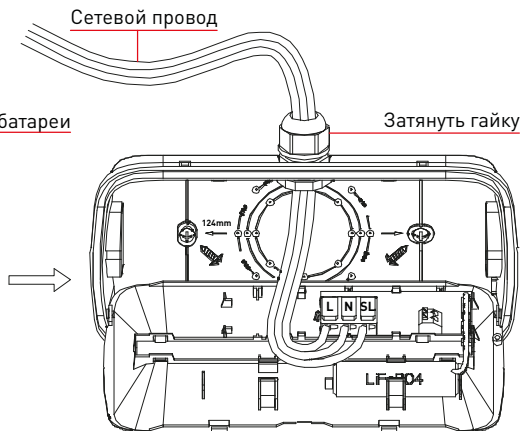

Рис. 3. Стандартная схема подключения
- 3.5. Подключите провода, постоянно подключенные к сети: L — фаза, N — ноль и SL — тест к клемме, расположенной на печатной плате. SL — тест, подключается через не фиксируемую кнопку к L — фаза и служит для проверки светодиода в качестве тестовой кнопки. Смотрите рис. 3.